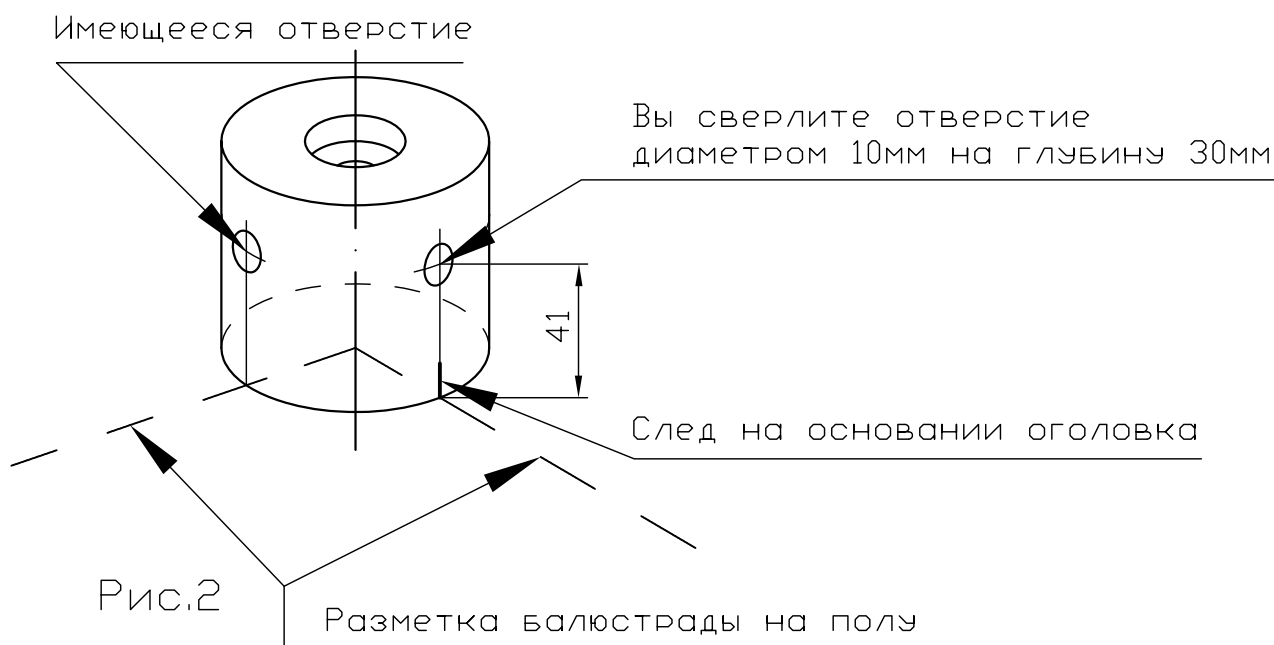

Рис.2
2.2.2 В каждой оголовке столба необходимо просверлить второе отверстие для крепления поручня. Для этого пронумеруйте оголовки и поочередно ставьте каждый оголовок на свой угол балюстрады так, чтобы его центр совпал с пересечением разметочных линий на полу, а имеющееся в оголовке отверстие совпало с одной из этих линий. Отметьте на основании оголовка след от второй линии и просверлите второе отверстие диаметром 10 мм на глубину 30 мм на расстоянии 41 мм от основания. См. Рис.2